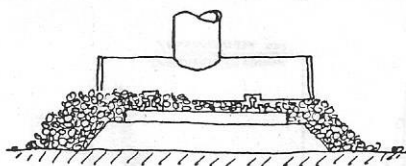

figure 4.
1) Couvrir la semelle et la voie de ballast de sorte que celui-ci recouvre complètement l'ensemble. Puis passer avec le doigt de façon à ce que le ballast ne dépasse pas la hauteur du rail. Placer le gabarit sur les rails de façon à ce que les 2 rails entrent dans les encoches du gabarit. (Fig.4)